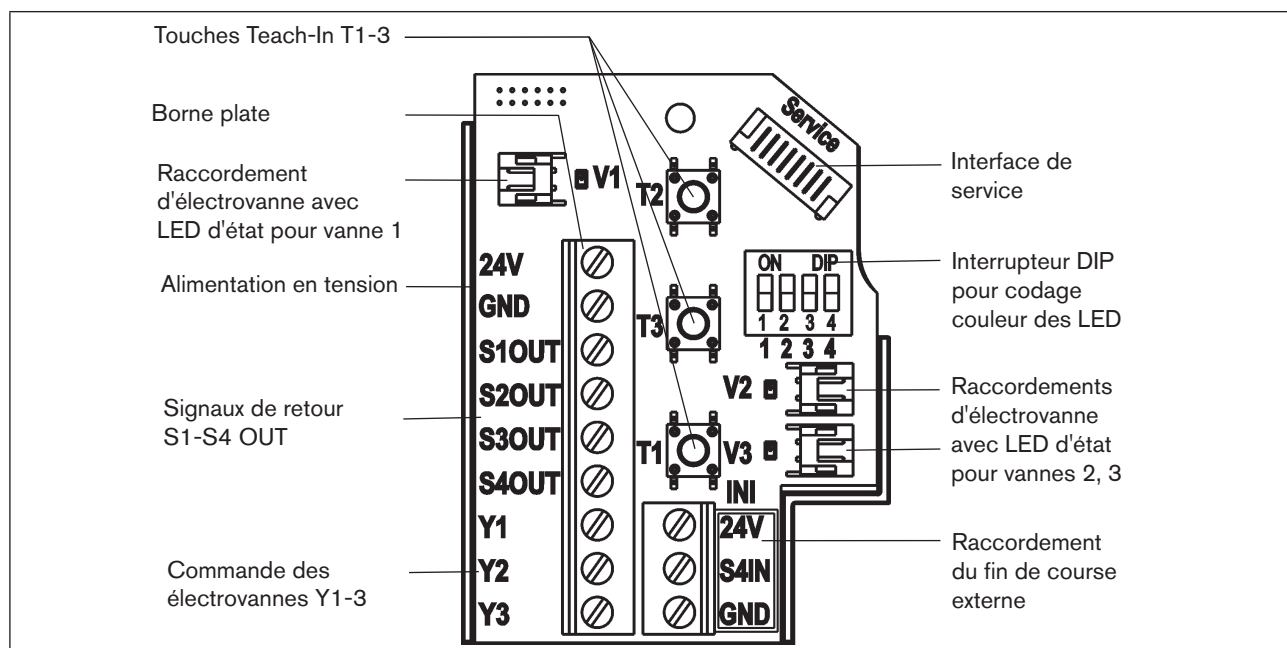

Figure 14: Module électronique DC 24 V
- Fixer les fils aux bornes conformément aux affectations de raccordement décrites sur la « Figure 14 ».